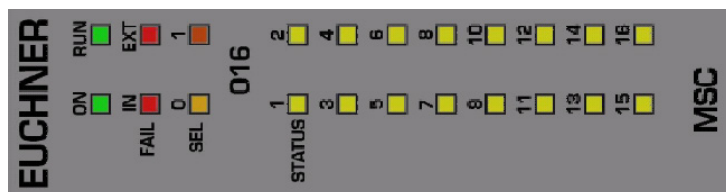

Figure 39 :
8.4.12. Module O16 (Figure 39)